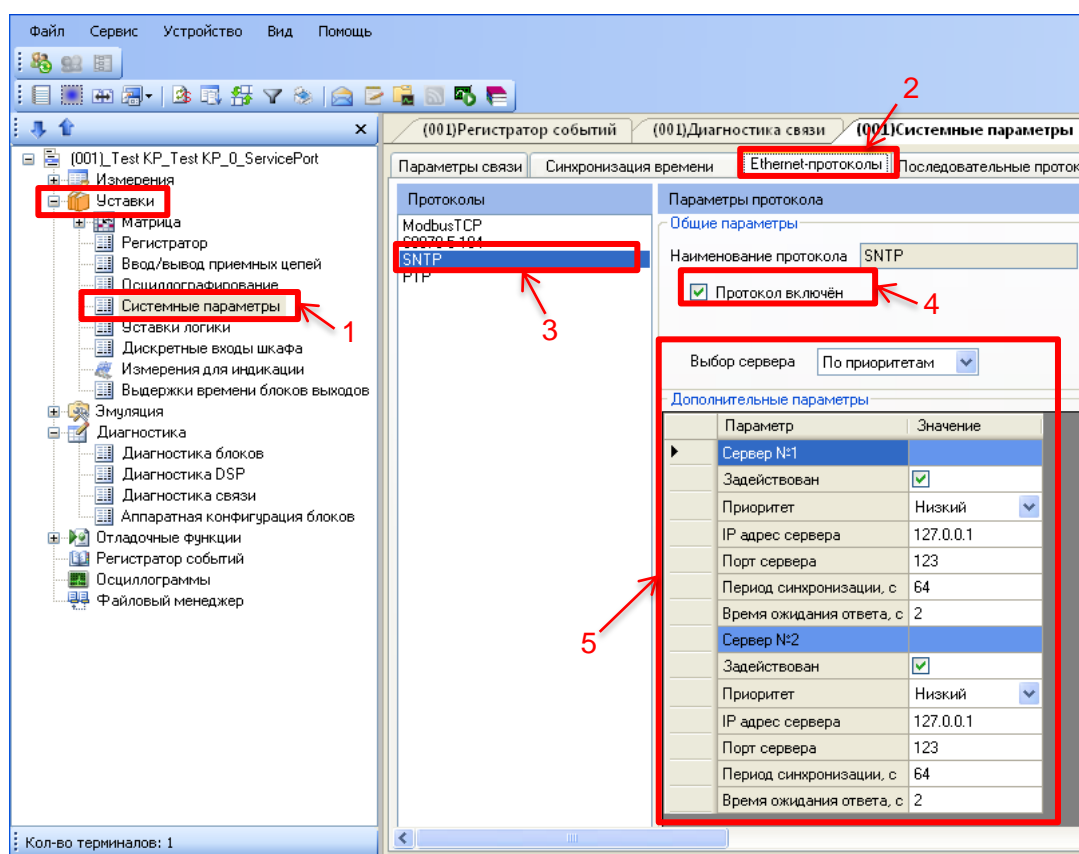

Рисунок 1 – Настройка протокола SNTP
2.1.2 В «дереве» проекта ПО **АРМ-релейщика** выбрать **Уставки** -> **Системные параметры** и открыть окно, дважды щелкнув мышкой на соответствующем пункте «дерева» проекта (см. рисунок 1, обозначение 1).
2.1.3 Выбрать вкладку **Ethernet-протоколы** (см. рисунок 1, обозначение 2).
2.1.4 Выбрать протокол **SNTP** (см. рисунок 1, обозначение 3).
2.1.5 Установить флажок **Протокол включен**, если он не установлен (см. рисунок 1, обозначение 4).